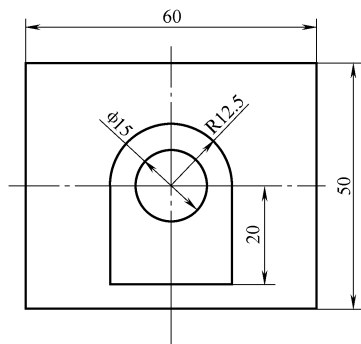

图 2-71 矩形练习题
【例 2-16】 绘制如图 2-71 所示的矩形。
4) 裁剪、删除多余的曲线，操作结果如图 2-71 所示。